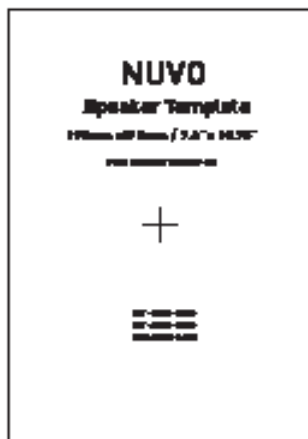

Fig 2 / Schéma 2 / Abb. 2 / Fig. 2 / Fig. 2 / Fig. 2
STEP 1: Place speaker cutout template where the speaker is intended to be installed. Align the template with surrounding devices such as lights and air vents then trace along the outside of the template with a pencil (Fig 2) then cut along the line (Fig 3).
SCHRITT 1: Positionieren Sie die ausgeschnittene Lautsprechervorlage an dem Ort, an dem der Lautsprecher installiert werden soll. Richten Sie die Vorlage auf die umliegenden Vorrichtungen, z. B. Leuchten und Belüftungsdüsen aus. Zeichnen Sie anschließend den Rand der Vorlage mit einem Bleistift nach (Abb. 2) und schneiden Sie entlang dieser Linie (Abb. 3).
FASE 1: porre il modello sagomato dell'altoparlante dove si intende installare l'altoparlante. Allineare il modello con i dispositivi circostanti come le luci e le ventole d'aria, poi tracciare l'esterno del modello con una matita (Fig. 2) e poi tagliare lungo la linea (Fig. 3).
ETAPA 1: Posicione o gabarito do alto-falante onde ele deve ser instalado. Alinhe o gabarito em torno de dispositivos como, por exemplo, luzes e saídas de ar, faça o traçado ao longo do exterior do modelo com um lápis (Fig. 2) e, em seguida, corte ao longo da linha (Fig. 3).
PASO 1: Coloque la plantilla de corte donde se prevé instalar el altavoz. Alinee la plantilla con los dispositivos que la rodean, como luces y respiraderos, y luego marque una línea rodeando por fuera toda la plantilla con un lápiz (Fig. 2) y, por último, corte por la línea (Fig. 3).